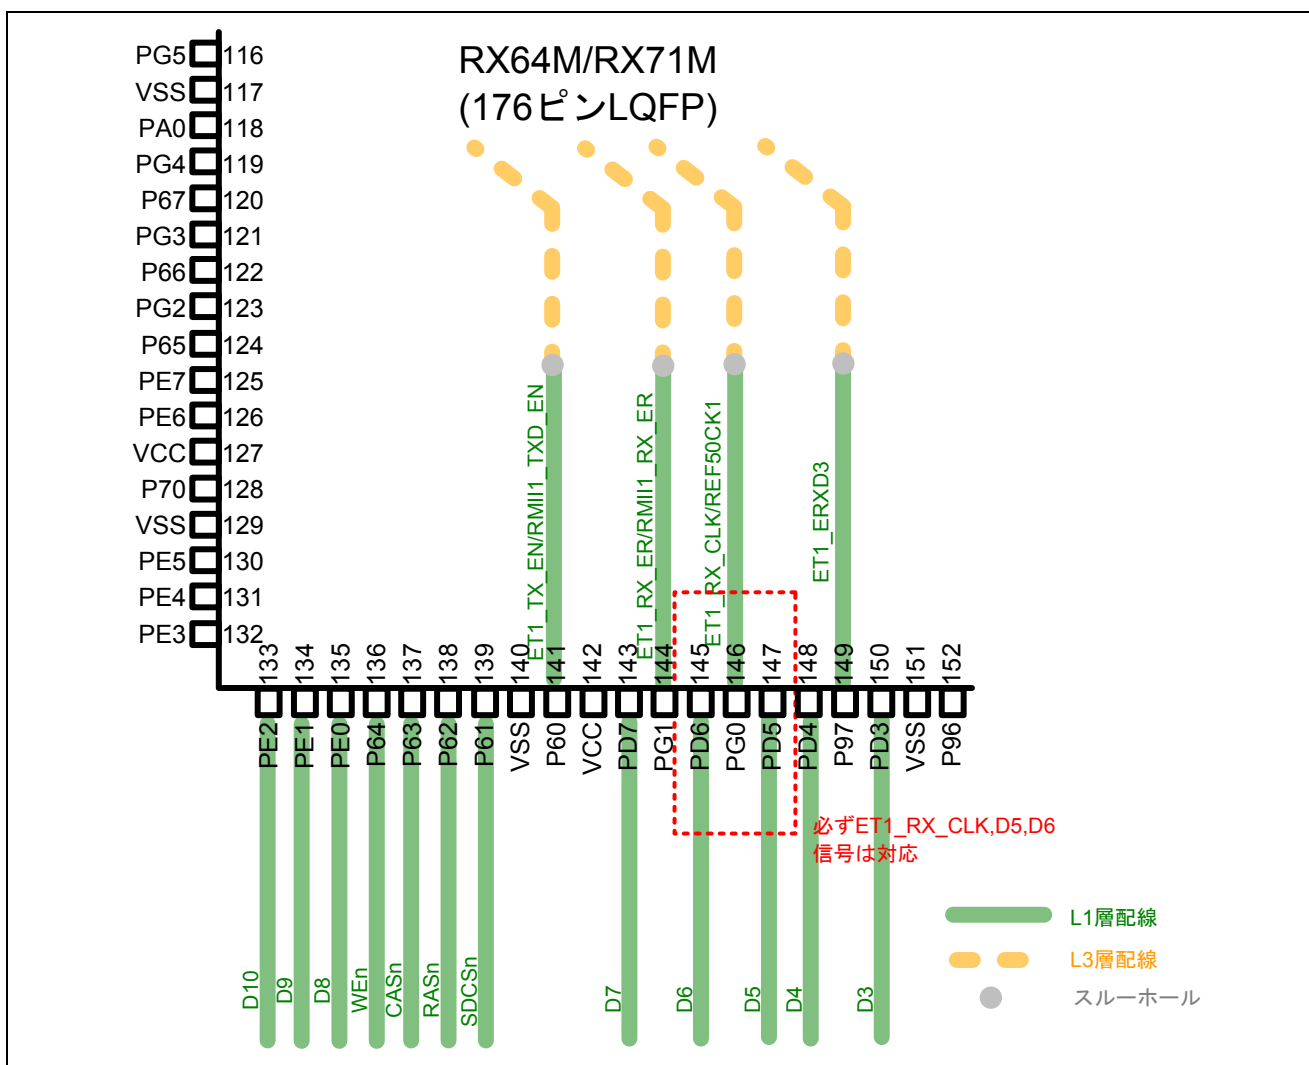

図 5 配線引き出し例
11. MII チャンネル 1 信号の RX64M/RX71M から配線引き出しは、SDRAM 信号との並走を避けて引き出します。特に ET1_RX_CLK と D5,D6 の信号は、必ず反対方向で RX64M/RX71M からパターンを引き出します。(図 5 参照)